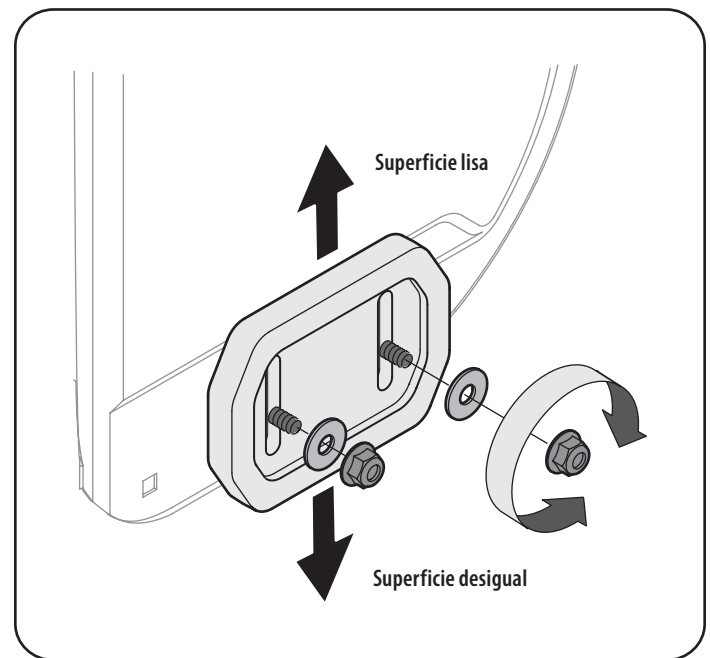

Figura 14
- Si desea quitar nieve al ras del suelo, eleve más las zapatitas antideslizantes en la caja de la barrena. Refiérase a la Figura 14.
1. Afloje las cuatro tuercas hexagonales (dos en cada lado) y los pernos del carro. Mueva las zapatitas antideslizantes a la posición deseada. Vea la Figura 14.